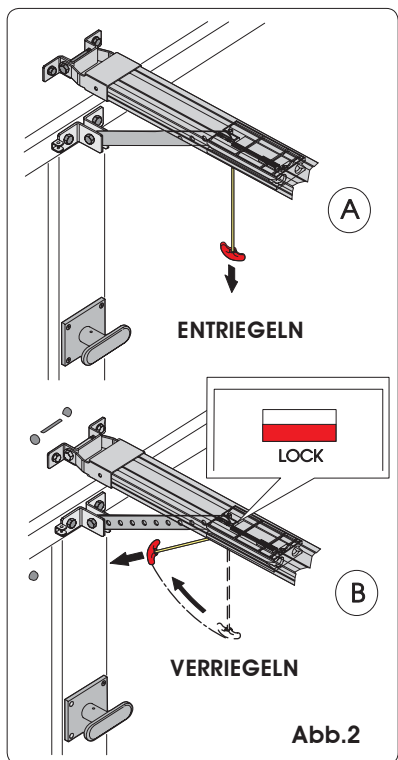

Abb.2
- Den Antrieb entriegeln und hierzu den Freigabeknauf nach unten ziehen (Abb. 2 Bez. A).
- Die Automation erneut verriegeln und hierzu den Griff waagrecht ziehen (Abb. 2 Bez. B) und sicherstellen, dass das Fenster „LOCK“ unterhalb des Schlittens beim Loslassen rot ist. Dies bedeutet, dass der Betrieb ordnungsgemäß wiederhergestellt wurde.